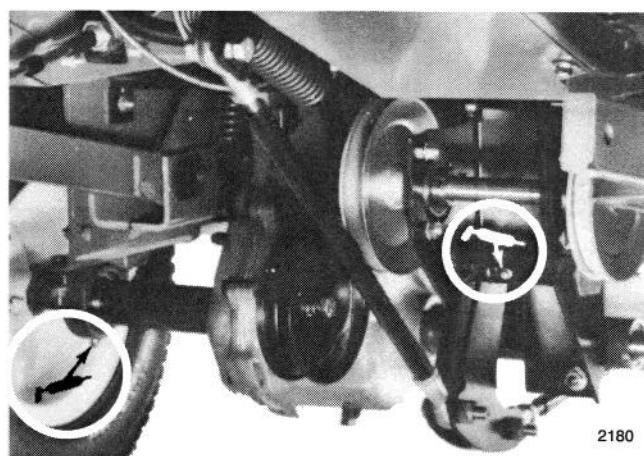

Figure 20
3. Lubrifier les roulements des essieux (Fig. 20).